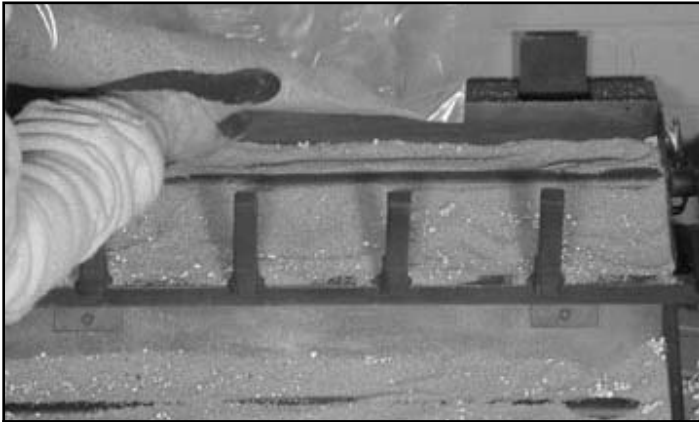

Figura 3 Arena
- Vierta arena en las bandeja del quemador hasta que el tubo del quemador esté cubierto. Vea la figura 3. Nivele la arena de derecha a izquierda para garantizar que el patrón de las llamas sea parejo. En este momento la bandeja debe estar media llena.